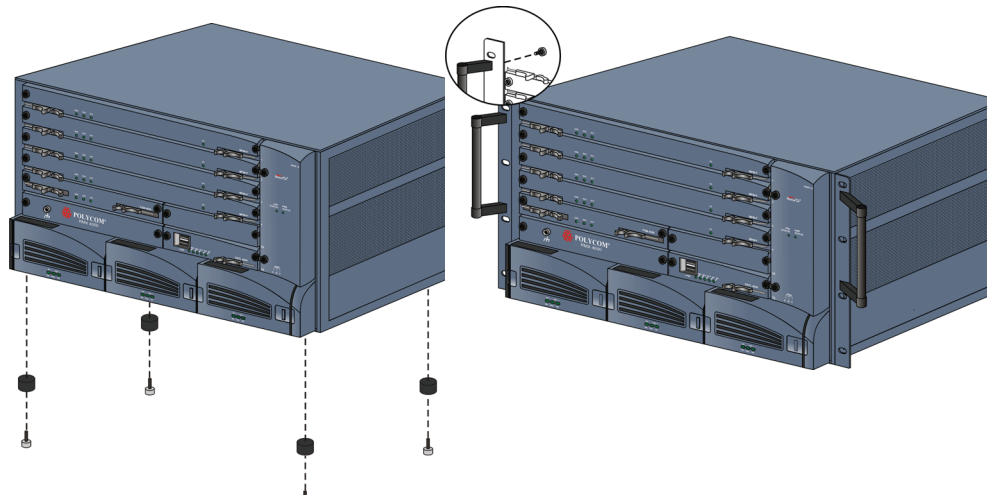

図 1-1 オプション - 脚部とハンドルの取り外し
- オプション - 設置場所の状況に応じて、ラックによっては、RMX 4000 に付属のハンドルを取り外す必要があります。図 1-1「オプション - 脚部とハンドルの取り外し」に示すように、ハンドルをシャーシから取り外します。
- オプション - RMX 4000 を取り付けるラック用の空間がちょうど 6U の場合、RMX 4000 から脚部を取り外してラックに取り付けます。図 1-1「オプション - 脚部とハンドルの取り外し」に示すように、脚部をシャーシから取り外してください。